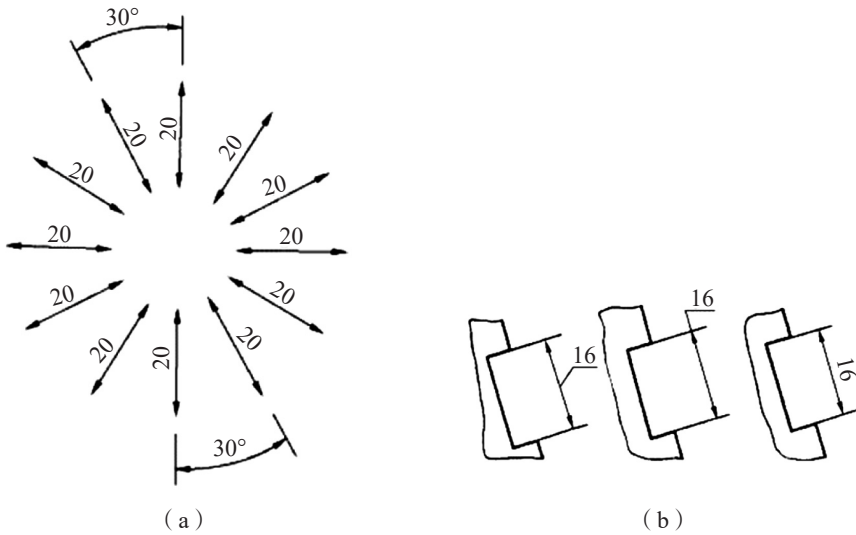

图 1-11 尺寸数字的注写方向
(2) 线性尺寸数字的方向有两种注写方法。一般采用图 1-11 (a) 所示形式注写, 并尽可能避免在图示中  $30^\circ$  范围内标注尺寸; 当无法避免时, 可按照图 1-11 (b) 所示的形式标注。